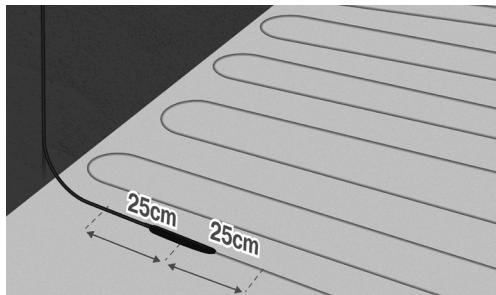

Fig. 9 Placer kablet rett på hver side af skjøten
- 7. Kablene festes ca. 25 cm på hver side av forbindelsen mellom kalkkabelen og varmekabelen, målt fra senter på skjøten. Pass på at du starter slik at kalkkabelen rekker opp til termostaten. (Fig. 9).